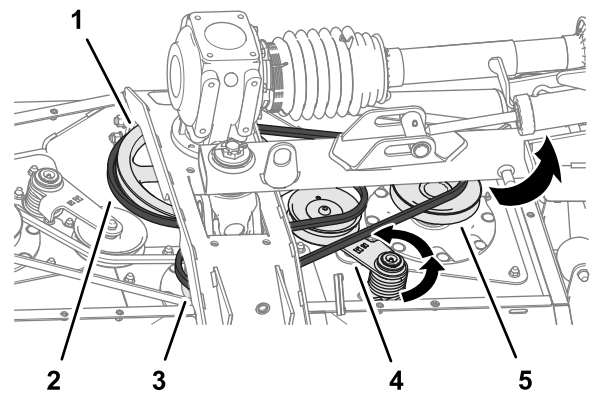

Bild 65
2. Drehen Sie den Riemenspanner für den langen Riemen mit einer Brechstange oder ähnlichem Werkzeug gegen den Uhrzeigersinn und ziehen Sie den Riemen von der Spandscheibe ab (Bild 65).
3. Ziehen Sie den langen Riemen von der Antriebsscheibe sowie von der Riemenscheibe der mittleren und rechten Spindel ab (Bild 65).